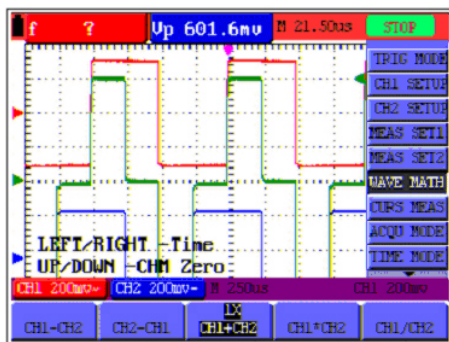

Figura 15.- Cálculos matemáticos de forma de onda.
- Pulse las teclas “**OSC ▲**” ó “**OSC ▼**” para ajustar la posición de la forma de onda **MATH**. (Ver Figura 15).